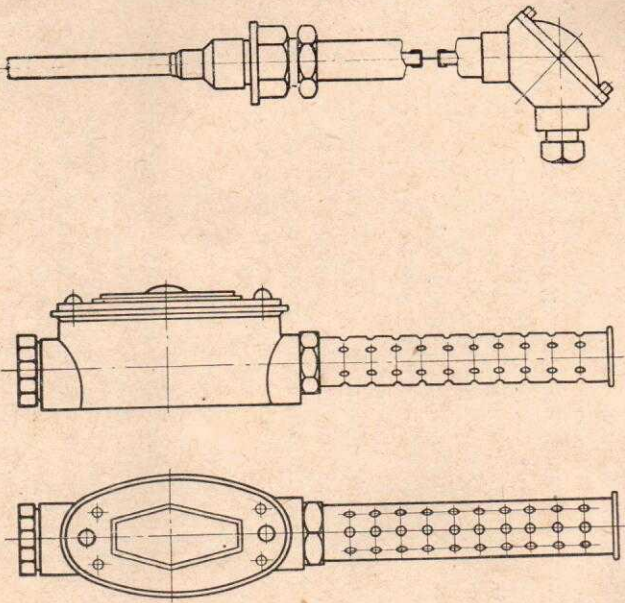

Рис. 4. Технические термометры сопротивления
7. Термометры сопротивления как платиновые, так и медные помещаются в герметичные стальные защитные трубки (рис. 4). Исключение составляют термометры, предназначенные для измерения температуры помещений.